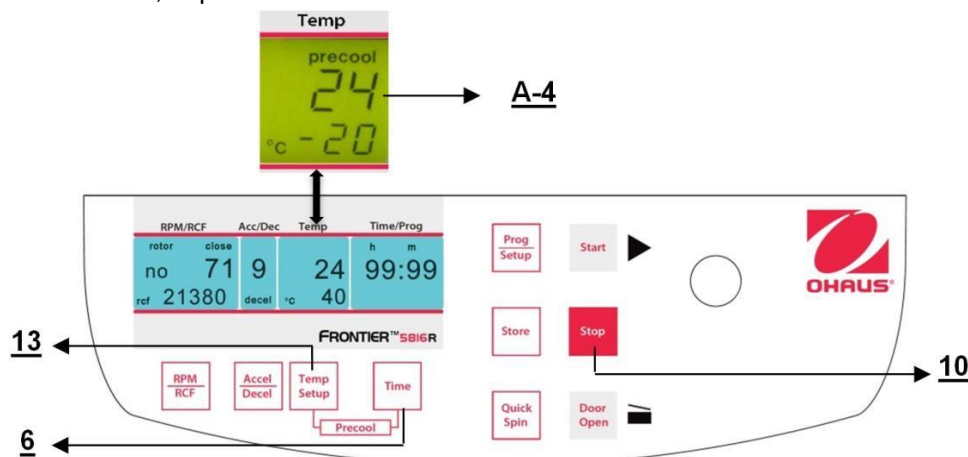

Figure. 23
Si les échantillons sont sensibles à la température, il est utile de pré-refroidir la centrifugeuse, le rotor et finalement les godets à la température requise de fonctionnement. Pour ce faire, insérer le rotor retenu et prédéfinir la température correspondante. En appuyant simultanément sur les touches "Temp/Setup" (13) (voir la figure 23) et "Time" (6), l'utilisateur démarrera une centrifugation. Pendant le fonctionnement, l'unité choisit automatiquement une vitesse de rotation équivalente à 20 % de celle autorisée du rotor inséré. Après avoir atteint la température prédéfinie, il est possible de quitter le pré-refroidissement avec la touche "Stop" (10). En fonction du rotor inséré, le pré-refroidissement dure environ de 10 à 20 minutes.
Pour adapter les données, appuyer sur la touche "**Store**" (12) (voir les figures 23 et 24) pendant 1 seconde environ. Si le programme est correctement mémorisé, le mot "**StorE**" apparaît sur l'affichage "**RPM/RCF**" (A-1). Ceci aura pour effet de faire disparaître le mot "**programm**" (M10).